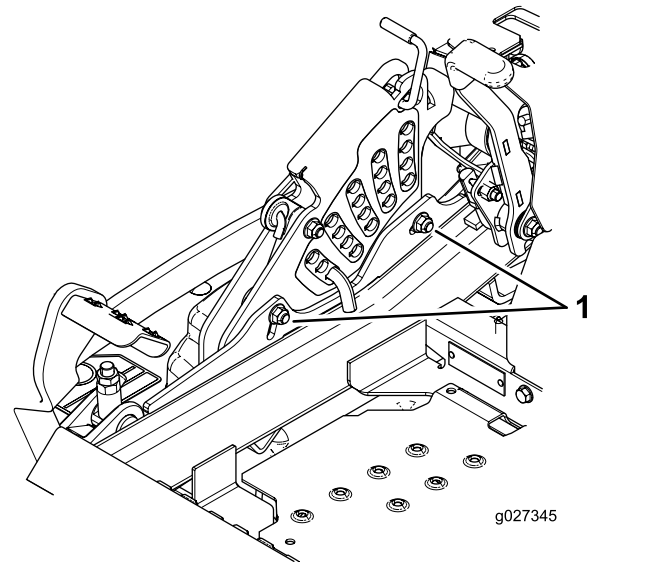

Figura 110
11. Para ajustar el sistema de ajuste de un solo punto, afloje los 2 pernos situados cerca del borde inferior de la pletina de altura de corte (Figura 110).
13. Apriete los 2 pernos en el borde inferior de la pletina de altura de corte (Figura 110).